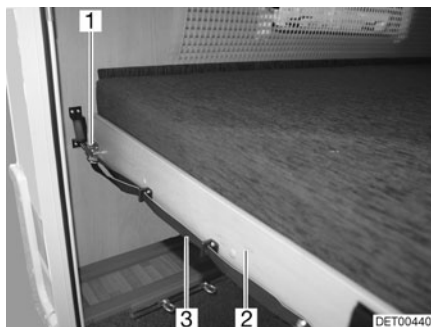

Fig. 91 Lit superposé (arrière)
- Tirer sur la boucle (Fig. 91,3) et désenclencher le verrou (Fig. 91,1).
- Tirer le sommier à lattes (Fig. 91,2) avec le matelas vers l'avant jusqu'à ce qu'il s'enclenche.